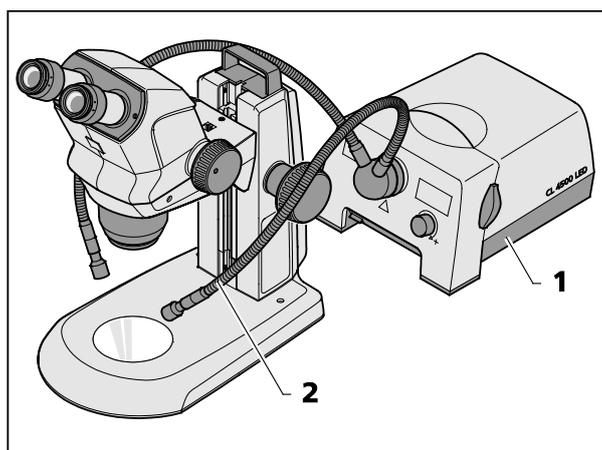

Fig. 10 Montar el iluminador externo con fibra óptica
- Conectar el iluminador externo con fibra óptica (Fig. 10/1), regular la intensidad de la luz y al encorvar los dos cuellos de cisne (Fig. 10/2) ajustar la iluminación de tal forma que el objeto sea iluminado de forma óptima.